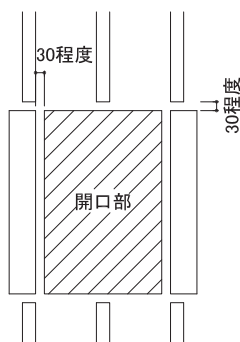

図1 開口部周囲の胴縁
- 開口部まわりの胴縁はサッシフィンを避けて取り付けてください。開口部左右の胴縁と上下の胴縁は30mm程度隙間をあけてください。(図1参照)